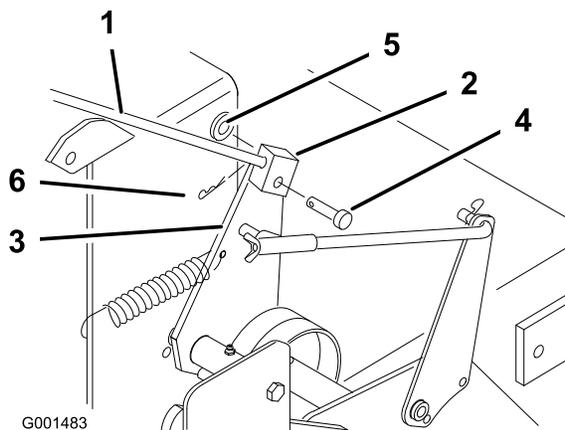

Figure 20
- Retirez la goupille fendue, la rondelle et l'axe de chape qui fixent la tige de commande au support de la poulie de tension (Figure 20).